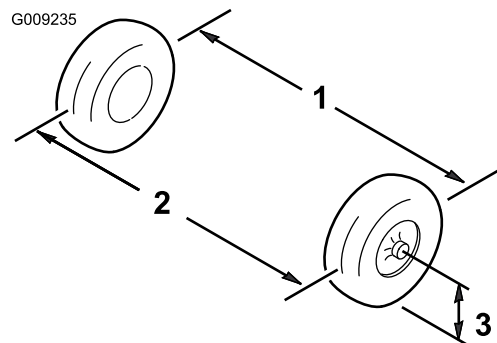

Figura 44
6. Mida la distancia entre los neumáticos delanteros a la altura del eje, en la parte delantera y trasera de las ruedas (Figura 44).